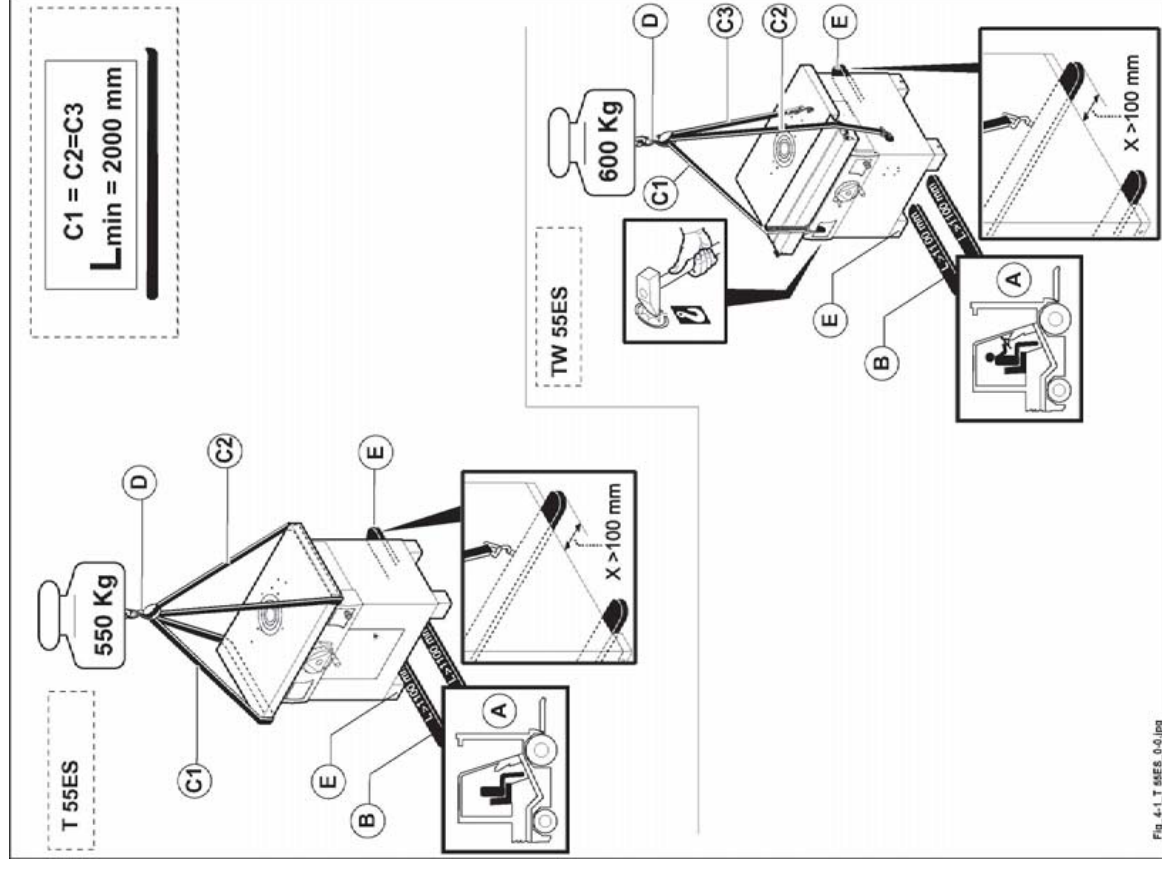

Abb. 4.1
- Die Maschine durch Kran oder andere Hebevorrichtung durch Hacken der Seile heben (siehe Abb. 4.1).
- Riemen (C Abb. 4.1) mit der gleichen Länge und Tragkraft vorbereiten (Riemenmindestlänge 2000 mm);
- Riemen heben und wie auf der Abbildung 4.1 dargestellt, positionieren;
- Riemen am Kran (D Abb. 4.1) (mit ausreichender Tragkraft) anhängen;
- Riemen (C Abb. 4.1) richtig anordnen, indem der Kran jeweils etwas versetzt wird, bis man die optimale Stabilität erreicht hat;
- hubwagen (A Abb. 4.1) mit entsprechender Tragfähigkeit vorbereiten;
die Gabeln des Gabelstaplers (B Abb. 4.1) gemäß Bild einschieben (neben den beiden Füßen (E Abb. 4.1))